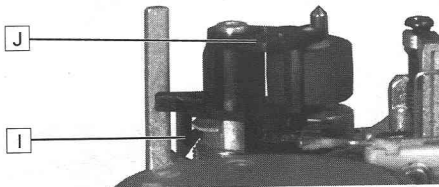

Fig. 13
8. Andruckrollenhebel auswechseln, Fig. 13/14
8. Replacing the pressure roller levers, Fig. 13/14